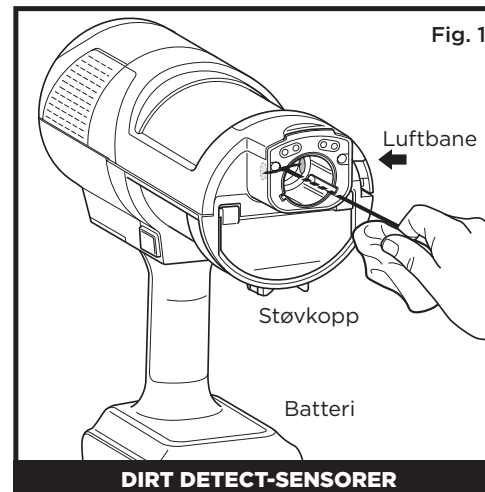
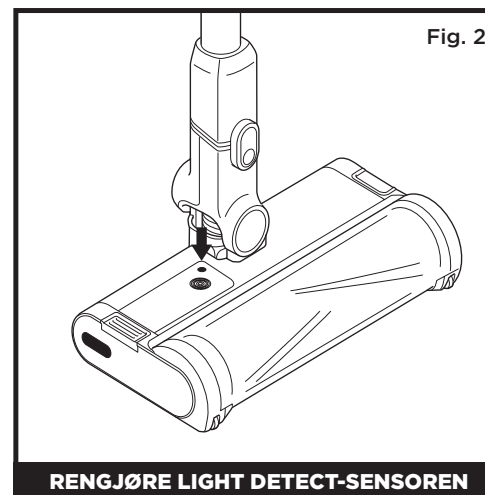
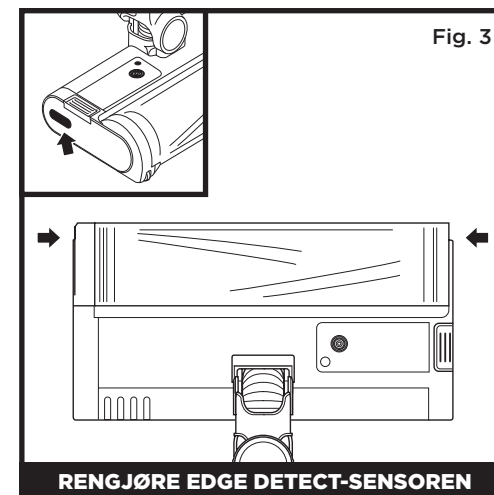

Fig. 1
Fig. 2
Fig. 3
For å rengjøre sensorene (fig. 1):
2. Finn DirtDetect-sensoren i munnstykket på håndstøvsugeren (fig. 1), LightDetect-sensoren på toppen av munnstykket (fig. 2) og EdgeDetect-sensoren på siden av munnstykket (fig. 3).